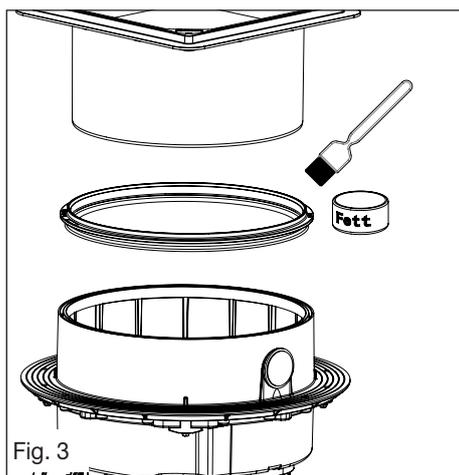

Fig. 3
C. Position durant période de pose (figure 3, vanne batardeau et d'exploitation partiellement ouverte).
Le corps principal du KESSEL-Staufix FKA doit être posé à l'horizontale (voir figure 1). Le raccordement des lignes électriques de la sonde et du moteur d'entraînement, il faut poser un tube vide pour câble qui est à la charge du maître de l'ouvrage (minimum DN 50, KESSEL recommande 2 x courbes 45 °) allant au moins jusqu'à la hauteur du sol fini (voir figure 2) et introduire le passe-câble dans la rehausse intercalaire du KESSEL-Staufix FKA. Poser le joint à lèvres de profil ci-joint dans la rainure de la rehausse intercalaire et graisser. Monter ensuite la rehausse télescopique (figure 3). Grâce à la rehausse télescopique, le KESSEL-Staufix FKA peut être adapté de manière continue à la profondeur de pose disponible. Les in-